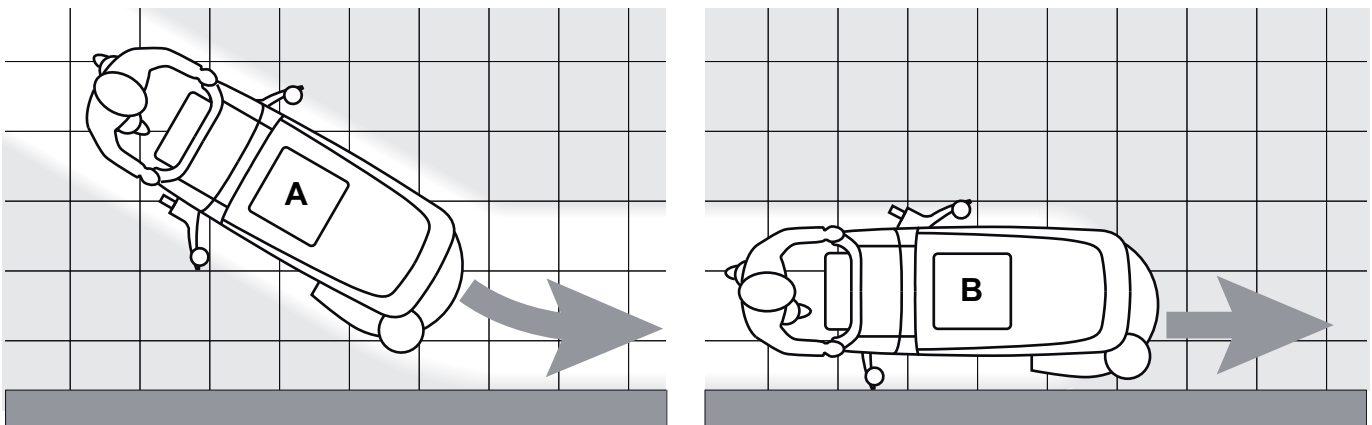

Abbildung 4
*Damit auch die Bodenränder an den Wänden einwandfrei gereinigt/getrocknet werden, empfiehlt Nilfisk, mit der rechten Geräteseite wie auf Abbildung 4 an die Ränder heranzufahren.*